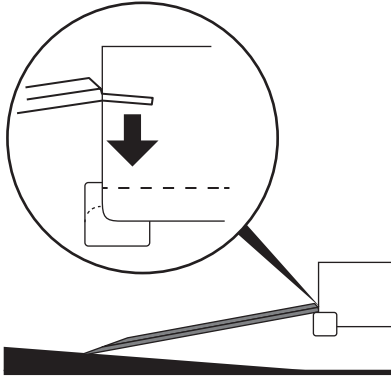

Figura 3-11
4. Ubique los enganches de la rampa o los bordes de la placa sobre el borde del remolque o de la caja del camión. Consulte las Figura 3-11.